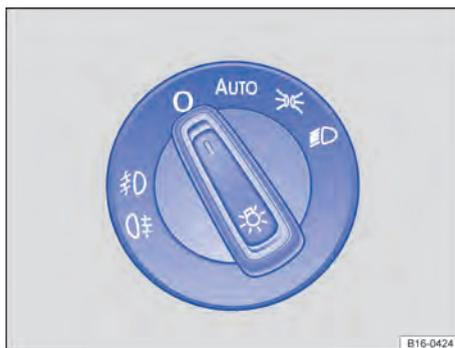

Fig. 70 Ao lado do volante: interruptor de luzes (uma variante).
2. Girar o interruptor das luzes para a posição correspondente → Fig. 70: